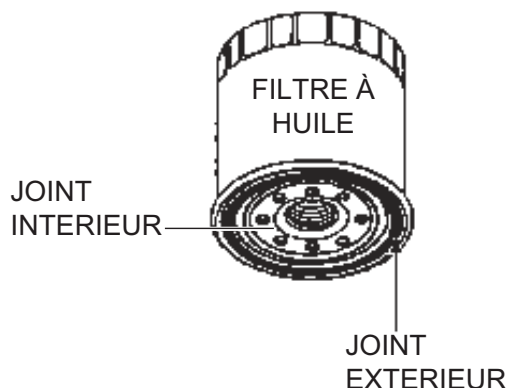

Figure 47. Filtre à huile
7. Enduire le joint du nouveau filtre à huile (Figure 47) avec de l'huile moteur propre. Installez le nouveau filtre à la main jusqu'à ce qu'il touche la surface d'étanchéité du moteur. Serrez un autre 3/4 de tour en utilisant la clé à filtre.